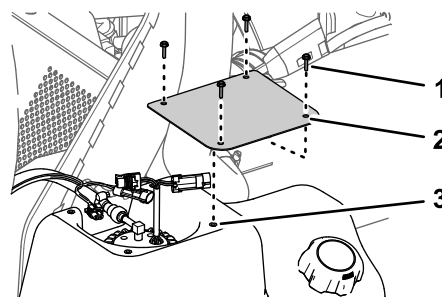

図 89
1. カバーをタンク 図 89 に組み付けるステップ 2 燃料ポンプのカバーを外す (ページ 60) で外したねじ #10 x ¾" 4本を使用する。